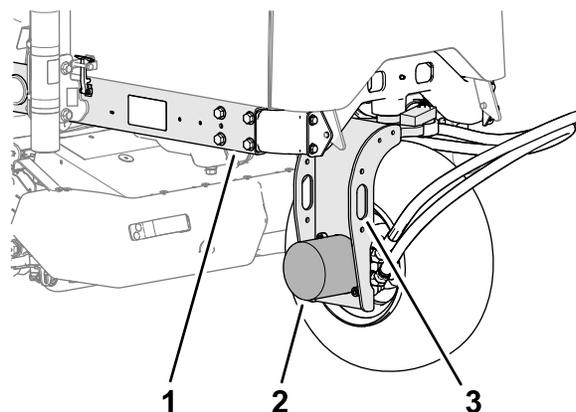

図 54
2. 後輪用フォークにあるロープ掛けポイントにホイストを取り付ける図 54。